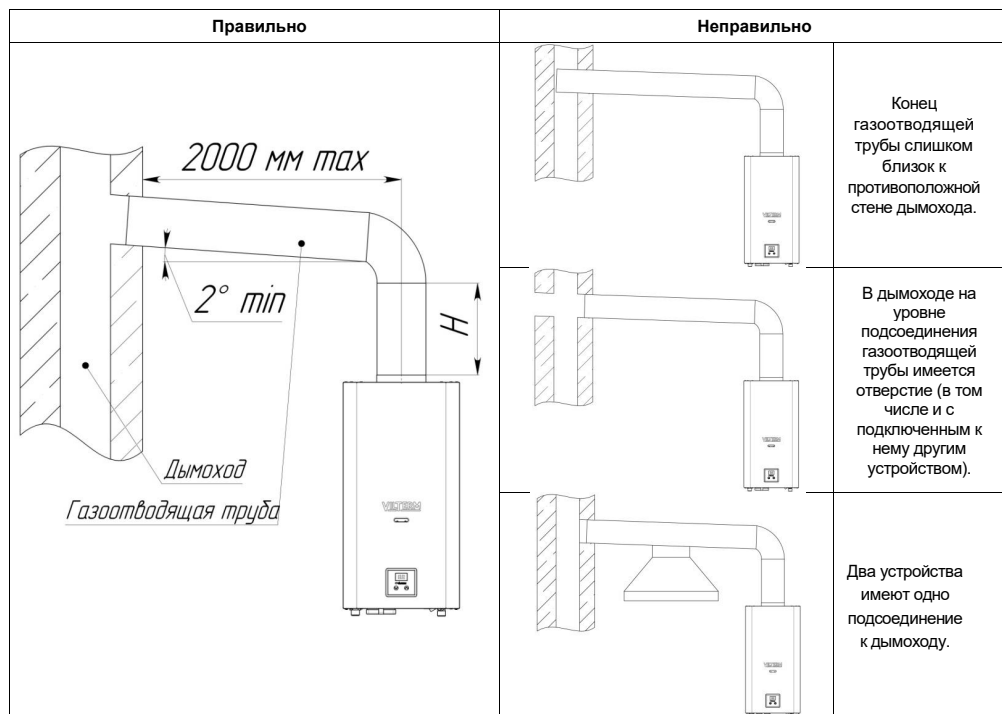

Рисунок 4. Подключение аппарата к дымоходу
- Длина вертикального участка газоотводящей трубы (Н, см. рис.4) от аппарата должна быть не менее 500 мм, в помещениях с высотой до 2,7 м, допускается уменьшение длины до 250 мм;